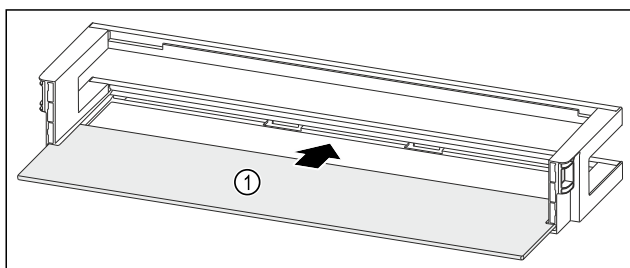

Fig. 94 Estantes en la contrapuerta con estante
- Introduzca el estante Fig. 94 (1) en los huecos laterales.